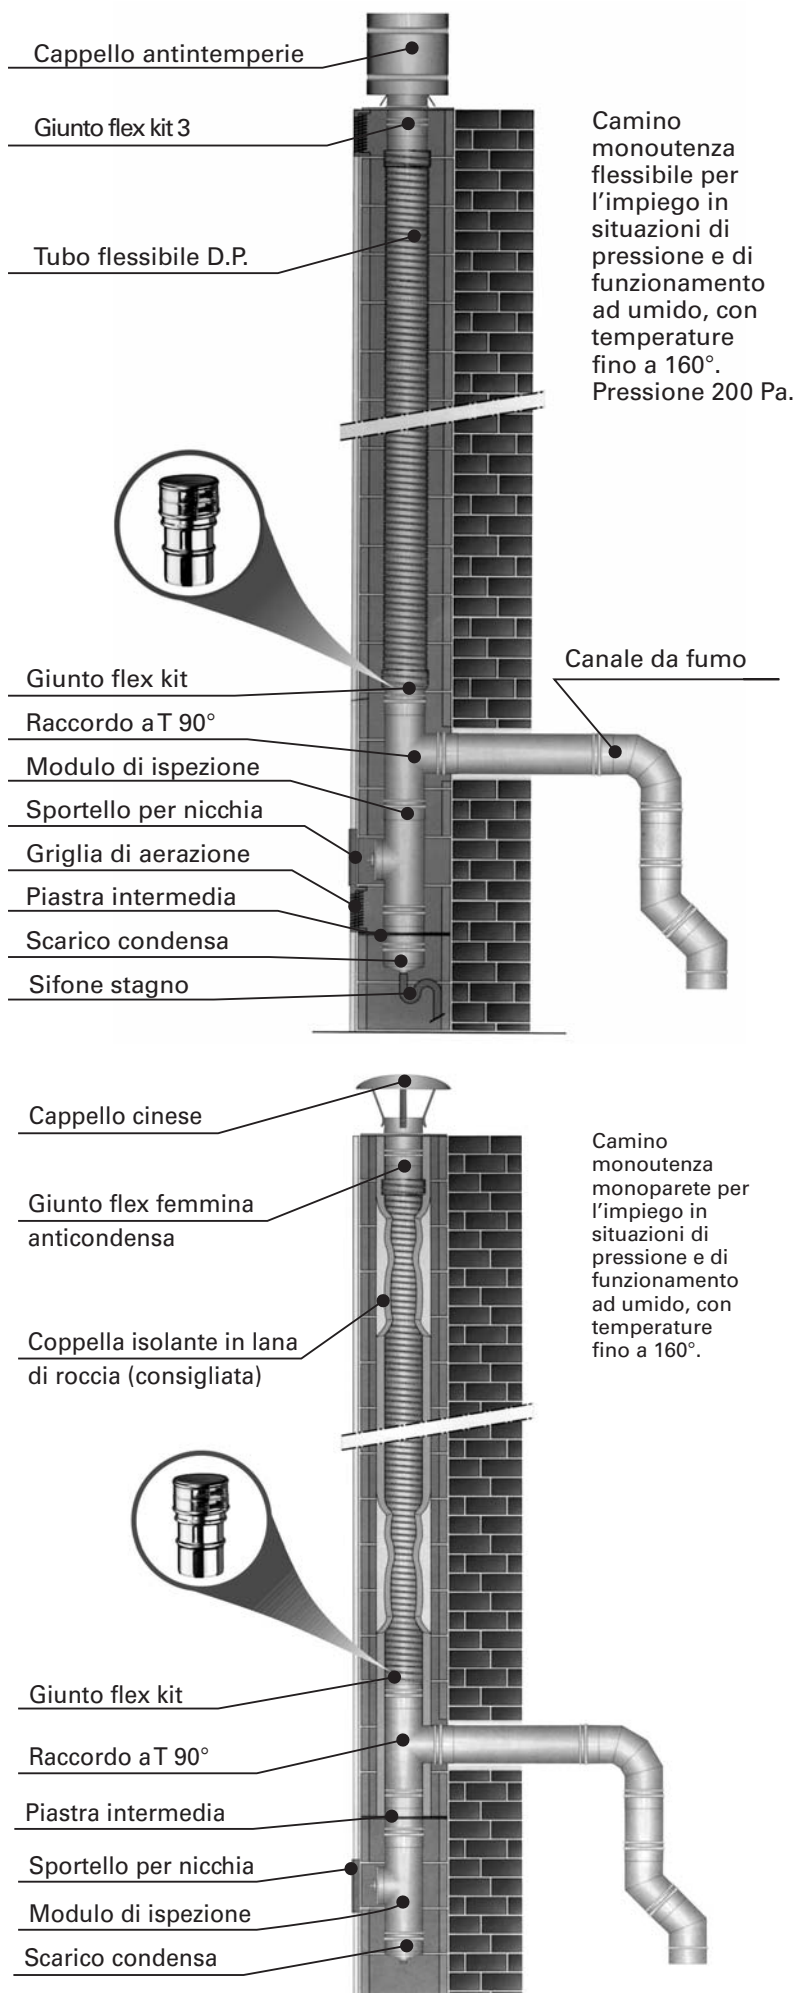

FIG. 3 Installazione per condotti intubati funzionanti in pressione positiva.
5.1. Schema di montaggio per condotti lavoranti in pressione positiva fino a 200 Pa (Fig. 3)
- Posizionare il manicotto FLEX KIT tra gli elementi rigidi e il condotto flessibile come illustrato nella fig. 3.